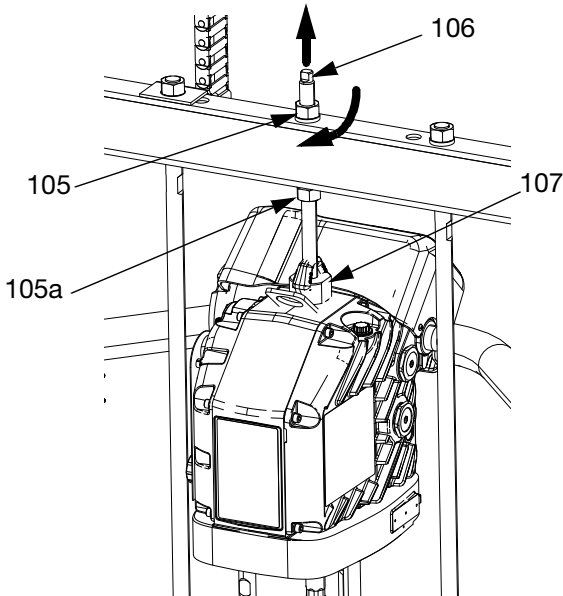

FIG. 45
1. Inserire la pompa volumetrica (AC) sul piatto (AD). Seguire la procedura **Collegamento del piatto** a pagina 50.
3. Connettere l'unità di azionamento (AB):
- a. abbassare l'unità di azionamento (AB) sulla pompa volumetrica (AC) girando con una chiave il dado (105) sulla parte superiore della barra del pistone. Vedere FIG. 45 a pagina 51. Avvitare il dado (105) verso l'alto e serrarlo sotto la barra del pistone. Serrare il dado (105) sotto la barra a croce con una coppia massima di 34 N•m (25 ft-lb).